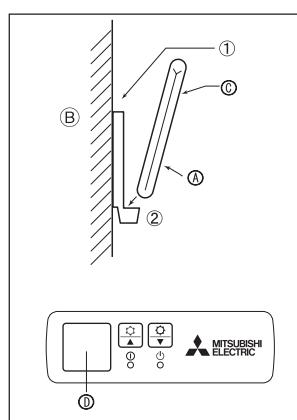
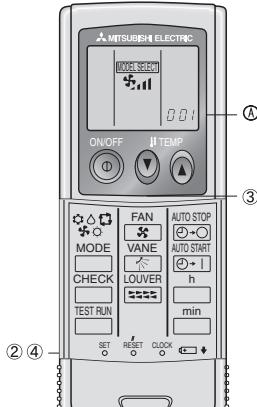

Fig. 6-5
Fig. 6-6
2) Aufstellverfahren (Fig. 6-5)
- ① Die Halter der Fernbedienung mit zwei Blechschrauben am gewünschten Ort anbringen.
- ② Die Unterseite der Fernbedienung in den Halter einsetzen.
3) Einstellung (Fig. 6-6)
- ① Batterien einlegen.
- ② SET-Taste mit einem spitzen Gegenstand drücken.